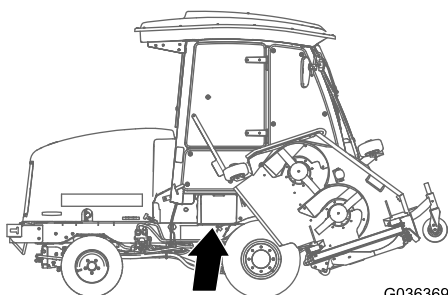

Figura 64
1. Abra la tapa de la batería, situada en el lado de la cubierta (Figura 64).
**Nota:** Presione hacia abajo sobre la superficie plana situada encima de la tapa de la batería para facilitar la apertura de la tapa (Figura 64).